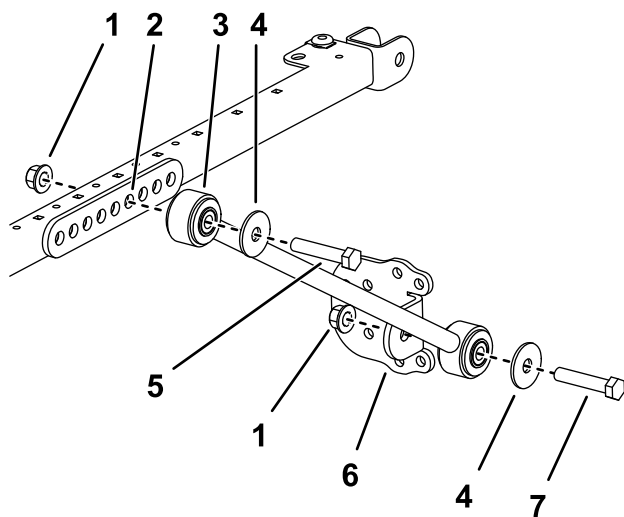

図 20
12. サンシェードのフレームの左右それぞれの側で、ブレース取り付け部の 4 番目の穴に延長リンクを仮止めするボルト $\frac{1}{2}$ x $2\frac{3}{4}$ " 2 本、フランジナット $\frac{1}{2}$ " 2 個を使用して 図 20 のように取り付ける。
13. 各ブレースに、ブレースブラケットを仮止めするボルト 1/2 x 2 1/2"、ワッシャ 1/2"、フランジナット 1/2"を使用し、図 20 のように取り付ける。